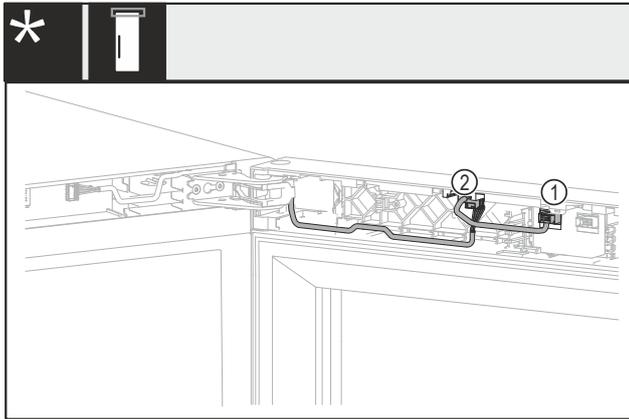

Fig. 18 Senza serratura o con serratura meccanica*
- ▶ Estrarre la spina Fig. 18 (1).*
- ▶ Estrarre la spina Fig. 18 (2).*